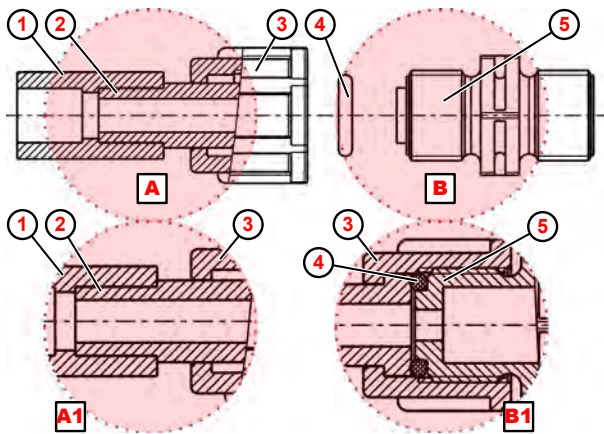

Abb. 10: Rohranschluss mit Aufschweißverbindung
1. ➤ Aufschweißverbindung (Abb. 10 , ①) mit Schlauchanschluss verschweißen.
2. ➤ O-Ring ④ in Nut von Saug-, bzw. Druckventil ⑤ legen.
3. ➤ Überwurfmutter ③ festziehen (Detail Ⓑ1).